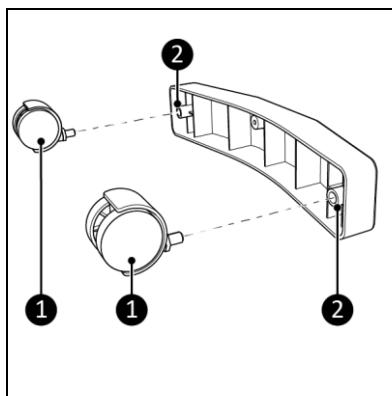

Figure 3
1. Cliquez les roulettes (figure 3, pos. 1) dans les pieds (figure 3, pos. 2).